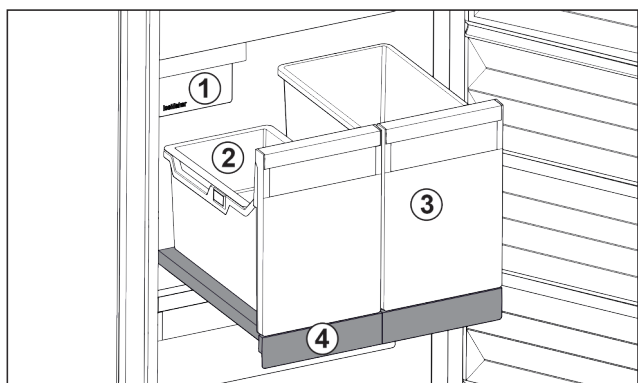

Fig. 103 Raft extractibil cu IceTower
Pe raftul extractibil se află două recipiente înalte (IceTower). În recipientul din Fig. 103 (2) sunt colectate și depozitate cuburile de gheață din IceMaker. Recipientul din Fig. 103 (3) se pretează pentru depozitarea de alimente înalte cum este pizza sau băuturile alcoolice.